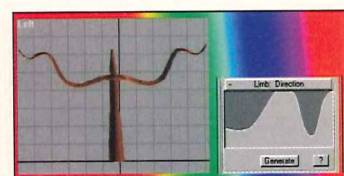

Figura 11. Podemos definir la forma de las ramas dibujando su contorno en el 'display'.
- *Direction* (Dirección): nos permite definir la dirección de las ramas hijas con respecto al padre. Este parámetro sólo cuenta con un *display* gris que podremos modificar ajustando la forma que deseemos para nuestras ramas. En la figura 11 se puede ver claramente cómo podemos moldear las ramas utilizando el *display*.